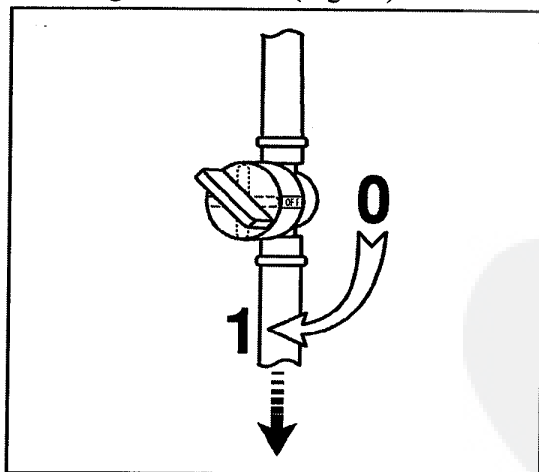

Fig. 14
1. Ouvrir le robinet de carburant. La poignée doit être dirigée vers le bas (Fig. 14)